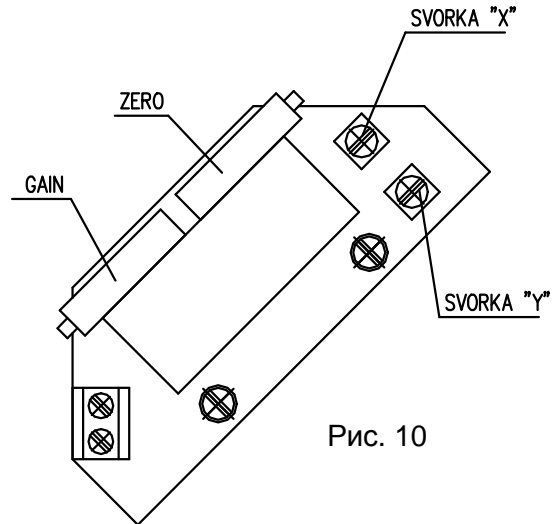

Рис. 10
4.6.1 EPV - 2-проводниковое включение (Рис. 10, 10а)
Рис. 10а